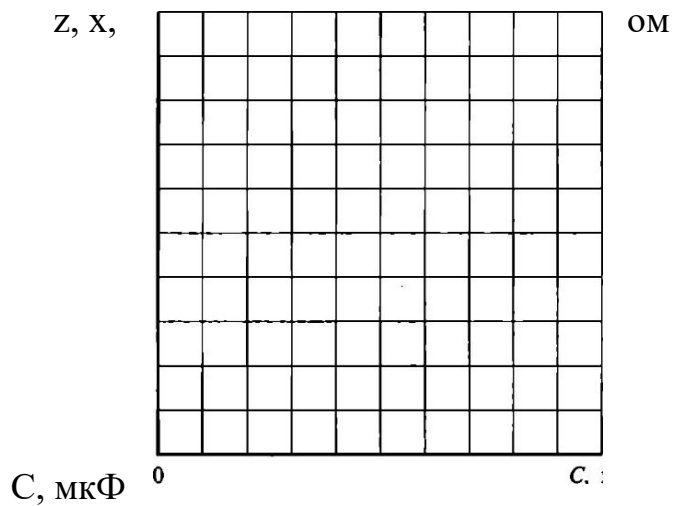

Рис. 5.3. Зависимость полного и реактивных сопротивлений ЭЦ от емкости
6.2. На основании результатов вычислений построить в одной системе координат на рис. 5.3 зависимости $Z(C)$, $X_L(C)$ или $X_C(C)$, XDC .